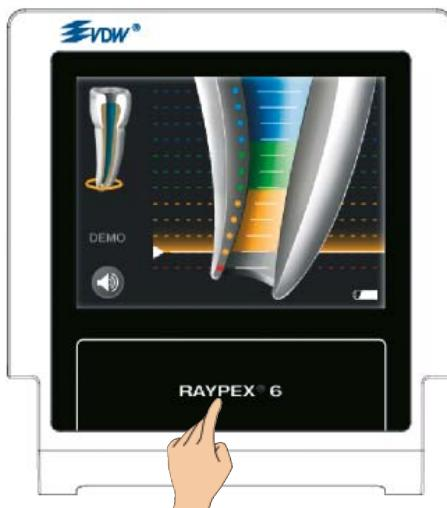

Fig. 37 Lämna DEMO-läget
- Tryck på fältet "Home" i RAYPEX® 6 (fig. 37) för att avsluta DEMO-läget